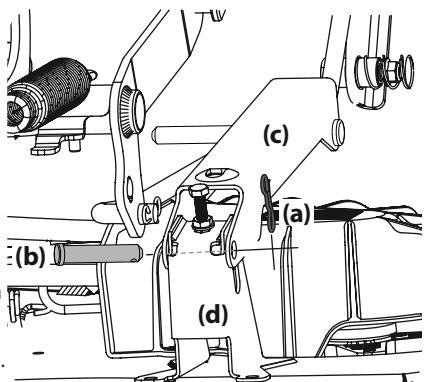

Figura 41
- Extraiga los dos pasadores con unión curva (a) de los pasadores de horquilla (b) que sujetan los soportes del varillaje de elevación (c) a los soportes traseros de elevación de la plataforma (d) en la plataforma. Extraiga los pasadores de horquilla (b). Consulte la Figura 41.